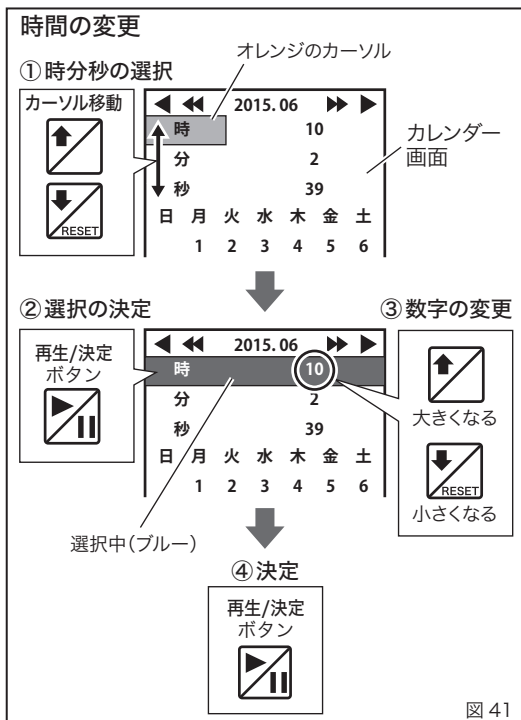

図 41
4. 「時間」の変更 (図 41)
- ① **カレンダー画面**の「時/分/秒」に、「上」「下」ボタン 、 でオレンジのカーソルを移動します。
- ② 「再生/決定」ボタンを押すと、選択部がブルーに変わります。
- ③ 選択中の「時/分/秒」の数字を「上」「下」ボタン 、 で変更します。
- ④ 変更後、「再生/決定」ボタンを押し決定します。